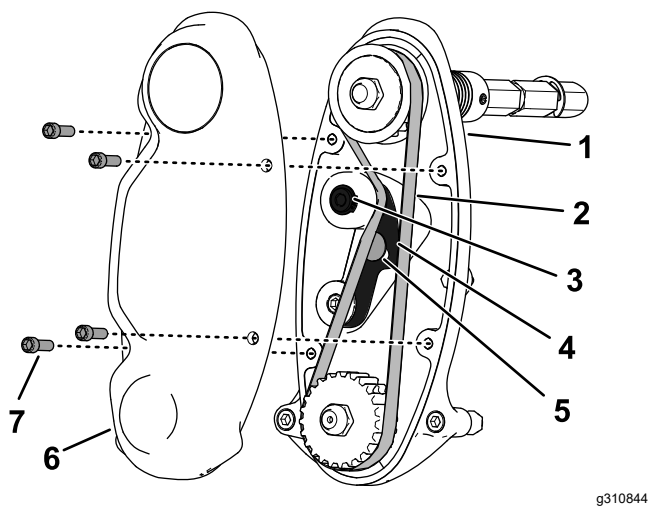

Figura 17
1. Togliete il copricinghia per accedere alla cinghia (Figura 17).
2. Allentate il bullone del braccio di rinvio e ruotate il braccio (Figura 17) per allentare la tensione sulla cinghia.
3. Rimuovete la cinghia (Figura 17).
6. Montate e tendete la cinghia applicando una coppia compresa tra 6 e 7 N·m all'esagono interno del braccio di rinvio illustrato nella Figura 17.